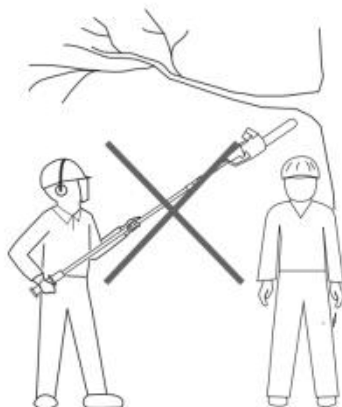

Fig. 52
5. Håll andra personer borta från produktens skärande ände och på ett säkert avstånd från arbetsområdet. Håll ett minsta avstånd på 10 m till åskådare (bild 52).